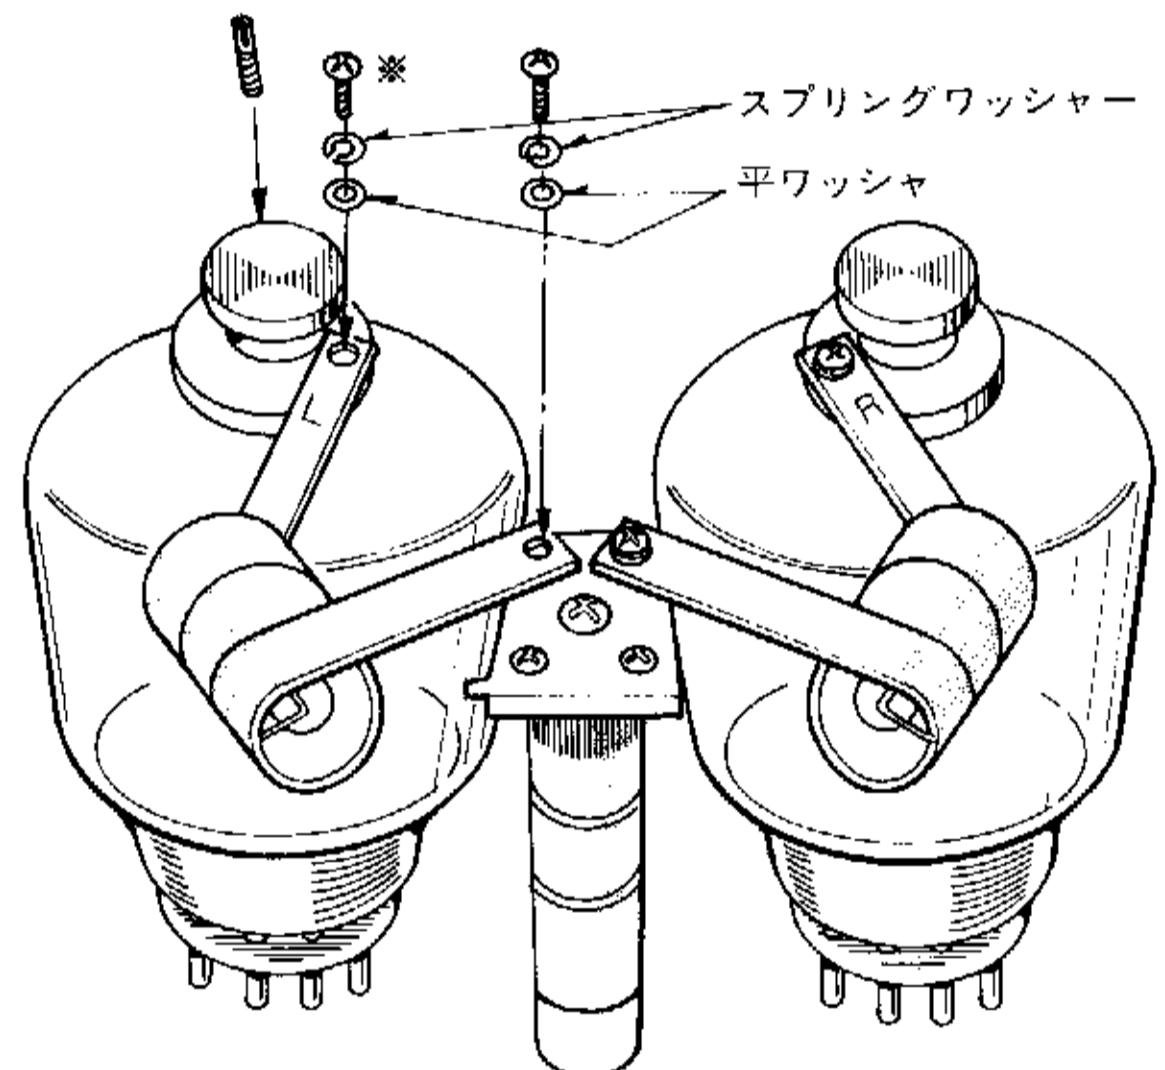

図3 プレートキャップへコイルを取り付ける方法
- ④ プレートキャップへバラ止めコイルをL, Rの文字が上面となるように取り付けます。この場合、4φネジとスプリングワッシャーで完全に締めつけず、コイルが動かせる程度に締めつけます。（図3参照）
- ⑤ バラ止めコイルのついたプレートキャップを真空管に差し込みます。左右の区別に注意して下さい。このとき取付けのネジ孔が一致しない場合は、バラ止コイルを手で曲げたり、伸したりして加工し、無理なく取付けられるようにしてください。またプレートキャップより上に出ないように取付けて下さい。特に真空管に力が加わらないように注意してください。
- ⑥ プレートキャップを手で支えながら、バラ止めコイルの両端のネジを締めつけます。
- ⑦ 小型 \ominus ドライバーで、プレートキャップのネジを締めつけ、真空管に固定します。
- ⑧ 取付けに間違いがないか、図3を参照し確認してください。